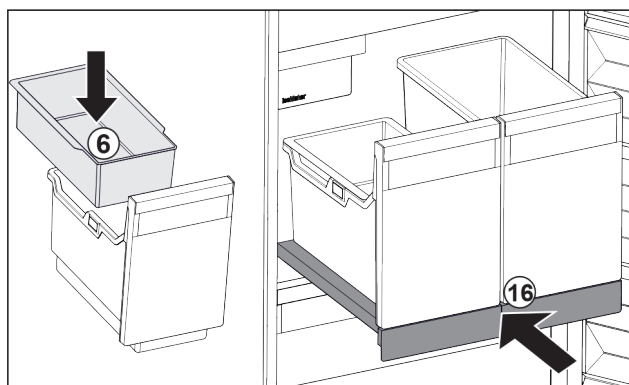

Fig. 106
- ▶ Pange jääkuubikute riputusliud Fig. 106 (6) sisse.
- ▶ Lükake väljatõmbetahvel koos anumaga (IceTower) sisse. Fig. 106 (16)